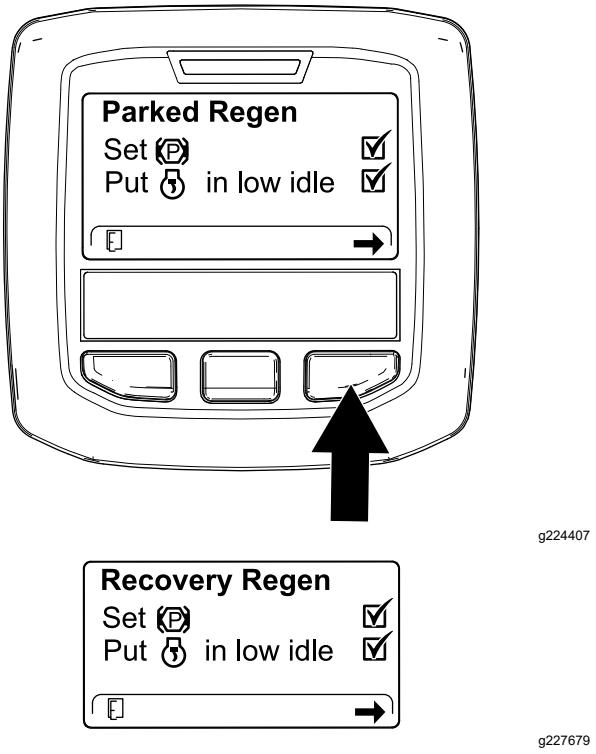

Figure 54
3. Sur l'écran de la liste de contrôle du FAP, confirmez que le frein de stationnement est serré et que le moteur tourne au ralenti (Figure 54).